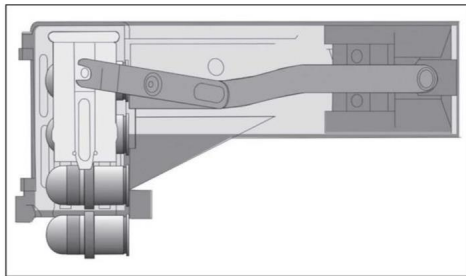

Рисунок 2.2 – зарядження.
1. Заряджання - це процес ручного витягування затвора назад за допомогою ручки заряджання (рисунок 2.2). Переміщення затвора назад призводить до переміщення важеля основного приводу вліво. Важіль основного приводу обертає регульований важіль вторинного приводу. Роздвоєний кінець важеля вторинного приводу, який спирається на внутрішній ковзаючий штифт подачі, переміщує вузол подачі вправо. Сопки подачі на вузол затвора подачі переміщують пов'язані патрони в одному місці в зоні подачі боеприпасів ствольної коробки. Знаряджений патрон тепер на одній лінії з торцем затвора.